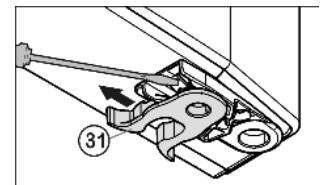

Fig. 9
- ▶ Przenieść zacisk sprężynowy Fig. 9 (31): Zatrask przycisnąć w dół, przy tym zdjąć zacisk sprężynowy.